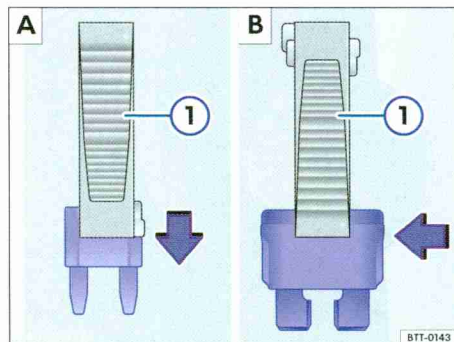

Fig. 200 Retirez ou mettez en place un fusible.
- Pour *les petits fusibles* engagez l'agrafe par le haut ⇒ fig. 200 (A).
- Pour *les fusibles plus gros* faites glisser l'agrafe latéralement sur le fusible (B).